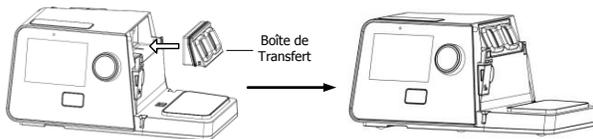

Fig. 18-3
(3) **Retour de la Boîte de Transfert:** comme illustré sur la Fig. 18-3.